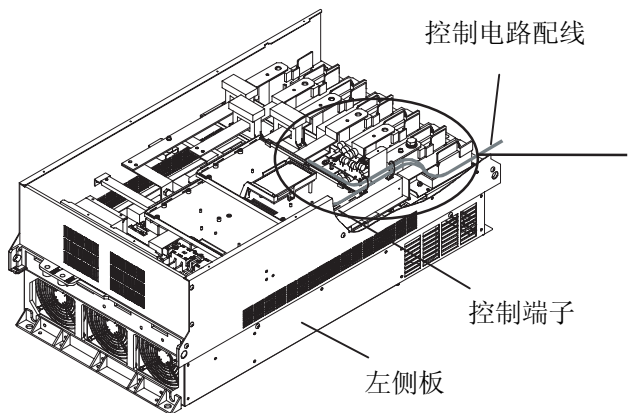

图 2-3-14
- ① 如图 2-3-14 所示，沿着变频器左侧板引出。
- ② 配线用束线绑带（绝缘扣等）在引出途中使其固定于已有的电缆固定孔上。束线绑带穿过固定孔(3.8×1.5)，所以其尺寸应小于宽 3.8mm 厚 1.5mm。